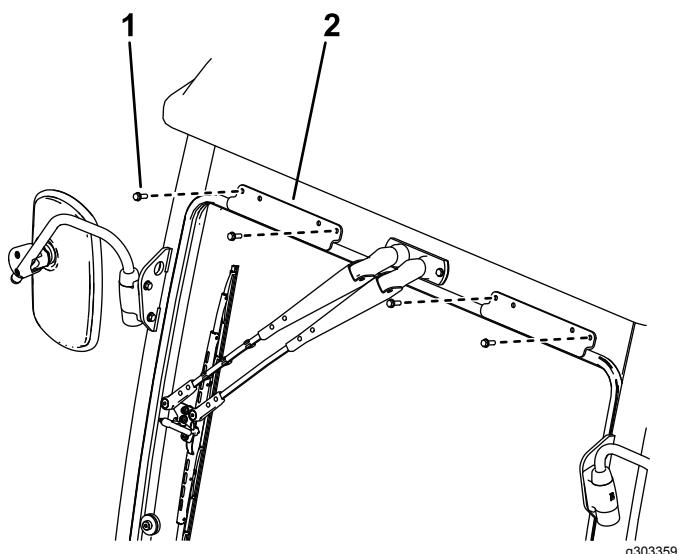

Рисунок 6
3. Снимите крепежные кронштейны с верхней части переднего ветрового стекла (Рисунок 6).